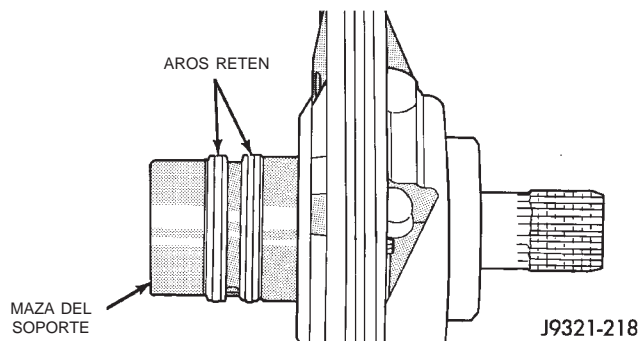

Fig. 131 Posición del aro retén en la maza
- (6) Instale una arandela de empuje nueva en la maza del soporte del eje de reacción. Lubrique la arandela con líquido para transmisiones o vaselina.
- (7) Si se reemplazan los aros retén del eje de reacción, instale aros retén nuevos en la maza del soporte (Fig. 131). Lubrique los aros retén con líquido para transmisiones o vaselina después de la instalación. Apriete cada aro hasta que los extremos se enganchen en forma segura.